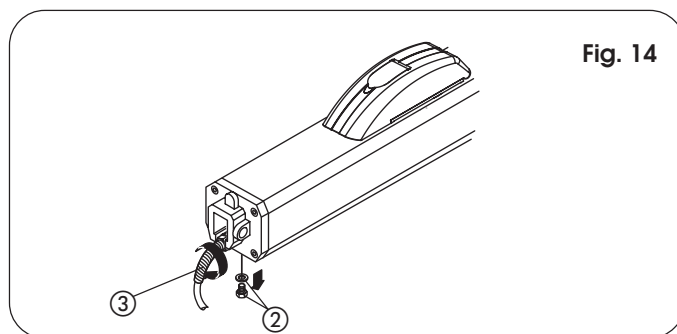

Fig. 14
- A) Zet de twee antivibratie-afstandsstukken ② op de voorste flens.
B) Zet de kap erin door hem met kracht in het achterste deksel ① te drukken.
C) Zet de kap vast met de zelftappende schroef ③.
D) Zet het voorste deksel ⑤ op de kap en zet hem vast met de FIX-dop ④.
- 13) Monteer de knikbescherming voor de elektriciteitskabel (ref. ③, Fig. 14).
- Haal de ontfluchtingsschroef weg (Fig. 14, ref. ②).